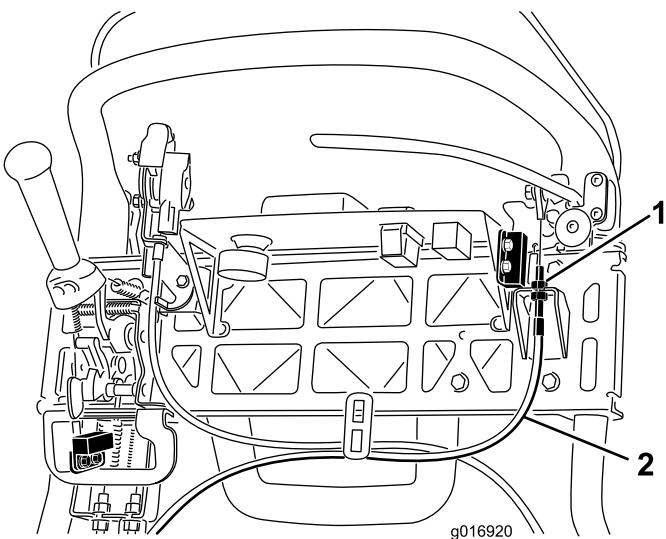

Figure 40
- Pour accroître la tension du câble, desserrez l'écrou de blocage supérieur et serrez l'écrou de blocage inférieur du câble (Figure 40) jusqu'à ce qu'il soit nécessaire d'exercer une force de 156 N sur la poignée du levier de frein pour débloquer le verrou du frein de stationnement. Ne tendez pas le câble au point que la bande du frein frotte en permanence.